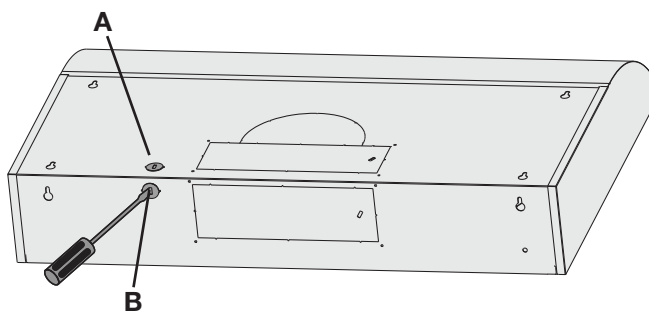

Figure 1
- Utilisez un outil pour percer le trou de câblage. Il y a deux trous. Veuillez choisir le trou A ou le trou B selon vos besoins en matière de câblage (Figure 1). Installez un serre-câble de 1/2 po de diamètre (non inclus) dans le trou de câblage.